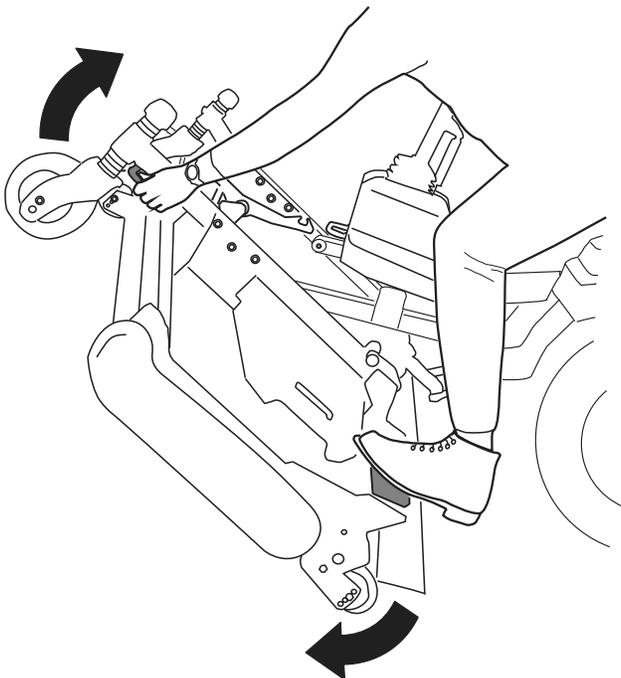
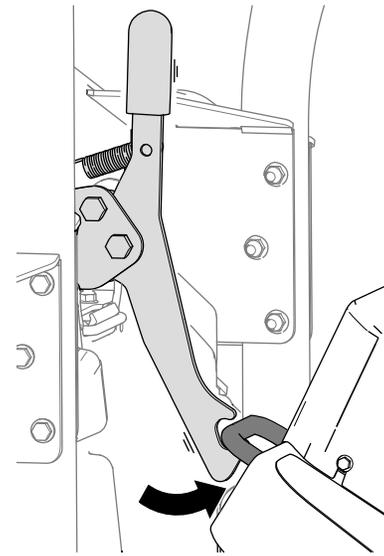
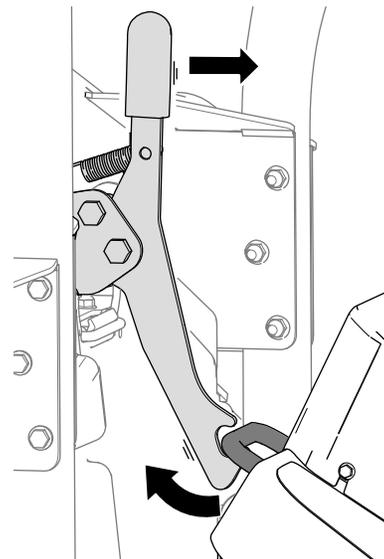

Figura 36
Figura 37
Figura 38
- Gire la unidad de corte (Figura 36) hasta que el cierre se enganche en el soporte de amarre (Figura 37).
- Desenganche el cierre de la unidad de corte del soporte de amarre (Figura 38) girando ligeramente la unidad de corte hacia adelante (Figura 36) y tirando hacia adelante de la palanca del cierre.